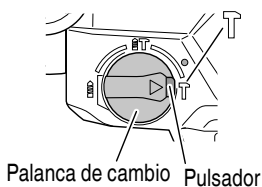

Fig. 23
Este martillo perforador puede establecerse en el modo de golpeteo solamente presionando el pulsador y girando la palanca de cambio hasta la marca **T** (Fig. 23).
- (3) Girar la palanca de cambio hasta la marca **T** (Fig. 23). A continuación, se bloquea la punta rompedora o el cortafriós.